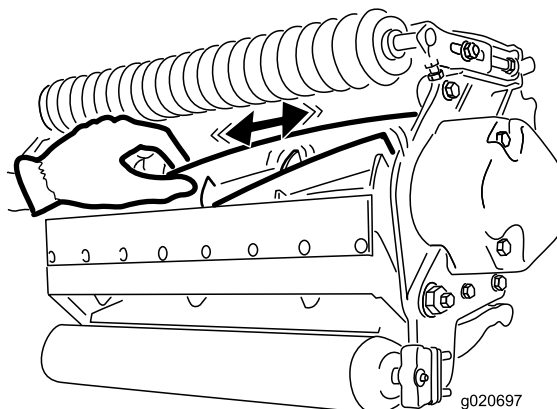

図 32
2. ボロ布を厚く巻くか丈夫なパッドのついた手袋をして、カッティングユニットの刃の部分をつかみ、リールを左右に揺すってガタがあるかどうかを調べる図 32。